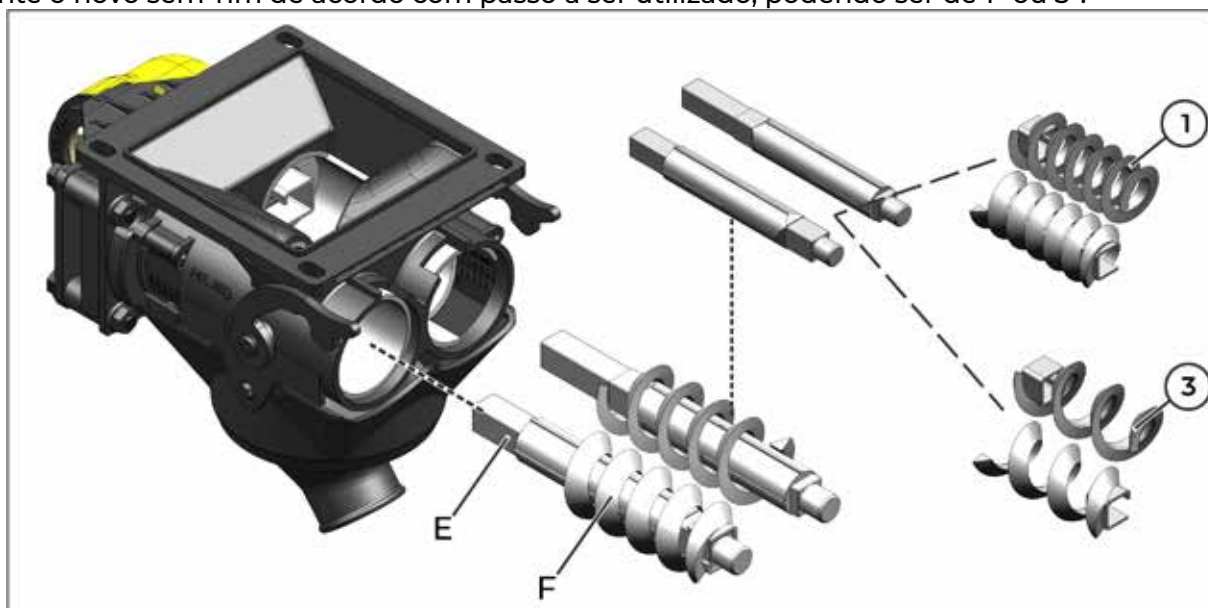

fig. 57
Retire o eixo (E) (fig. 57) e o sem fim (F) (fig 57) do dosador.